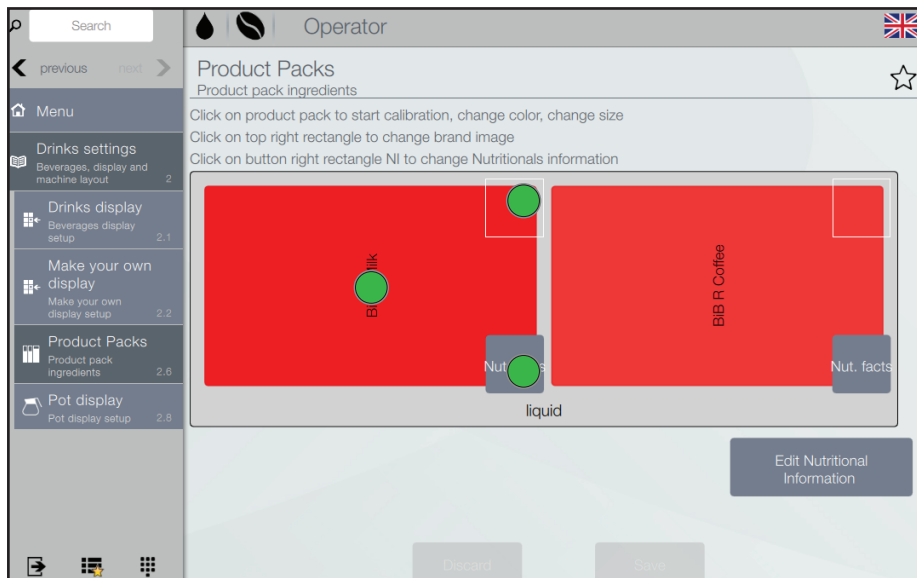

Bild 6.10 - Produktpaket
- Tryck på det efterfrågade produktpaketet på skärmen (bild 6.10) för att